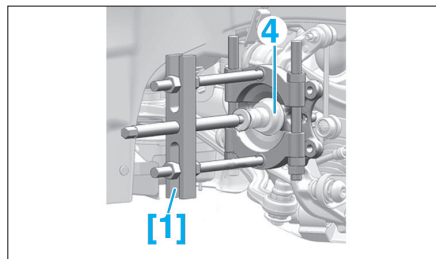

Fig. 49
- Extraire la cage intérieure (4) du roulement (Fig.49).